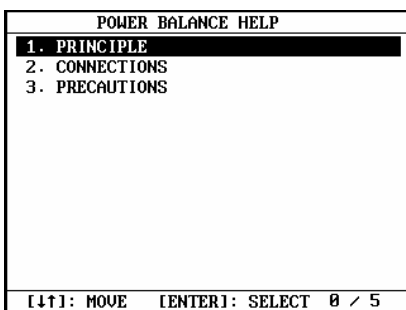

Abb.7-05
Im zweiten Level des Funktionsmenü können Sie die [ESC] Taste drücken, um das Menü zu verlassen oder Sie drücken die [HELP] Taste, um Hilfe Informationen zu bekommen, siehe Abb. 7-05.
- [HELP]: Um die Hilfe Information anzuschauen, siehe Abb.7-05.